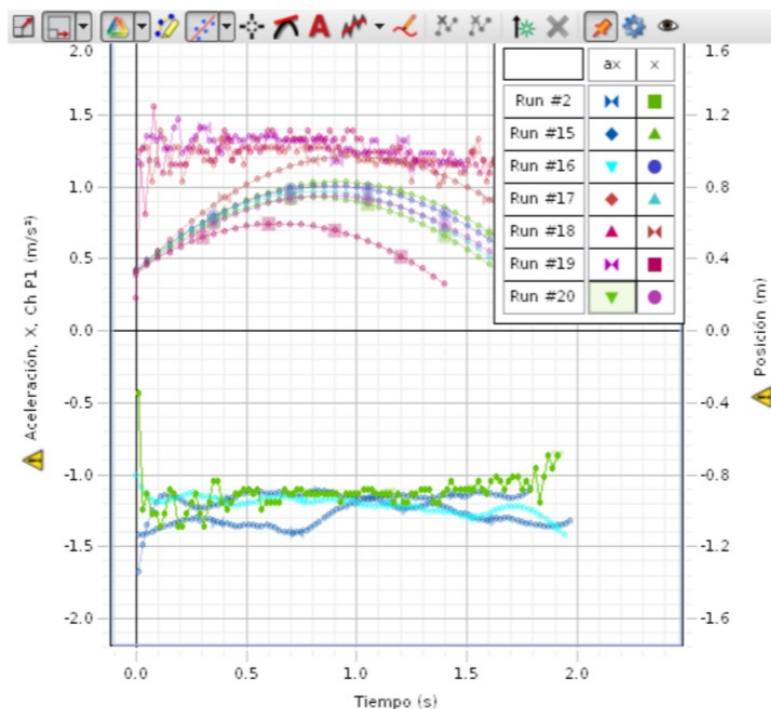

Figura 11.6: El carro cuesta arriba y cuesta abajo.
1. El gráfico de la Figura 11.6 muestra los datos de aceleración para la ejecución que se acaba de realizar. ¿Cómo se ve? Probar la función de suavizado en la barra de herramientas del gráfico.